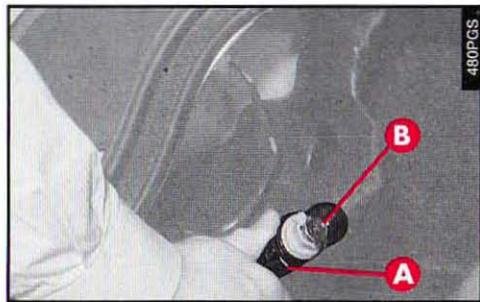

fig. 61
FEUX DE DIRECTION ET DE POSITION/STOP (fig. 61)
- Sortir le porte-lampe (**B-fig. 61**) en le tournant dans le sens contraire des aiguilles.